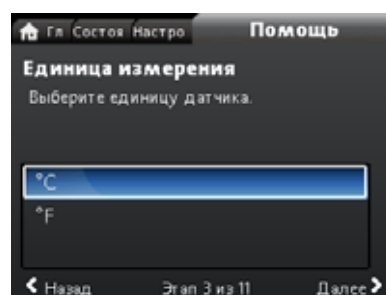

Рис. 65 Экран единиц измерения
2. Для настройки входа датчика следуйте пошаговой инструкции. Начните с выбора единиц измерения датчика (см. рис. 65) и закончите на экране отчёта.